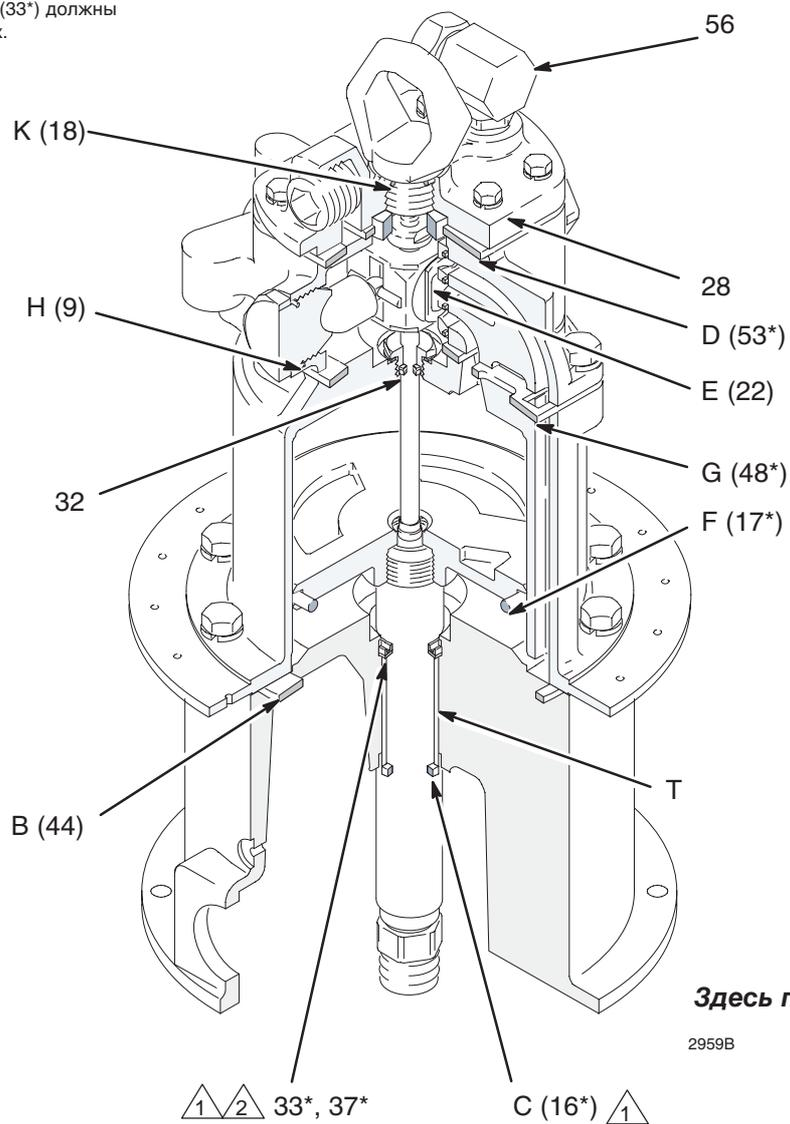

Рис. 3
Для определения места утечки воздуха, следует перекрыть подачу сжатого воздуха и отсоединить шланг. Выкрутите узел (56) входного воздушного патрубка из крышки (28) воздушного коллектора, снимите кожух (54), а затем закрутите обратно узел входного воздушного патрубка в крышку воздушного коллектора. См. Рис. 3. Подсоедините воздушный шланг и откройте подачу воздуха. Остановите насос, как в верхнем, так и в нижнем ходе поршня, как указано ниже в **Таблице проверок**, и отрегулируйте воздушный регулятор на значение в 0,7–1,0 бар. Воспользуйтесь методами, приведенные в **Таблице проверок** для определения места утечки воздуха.